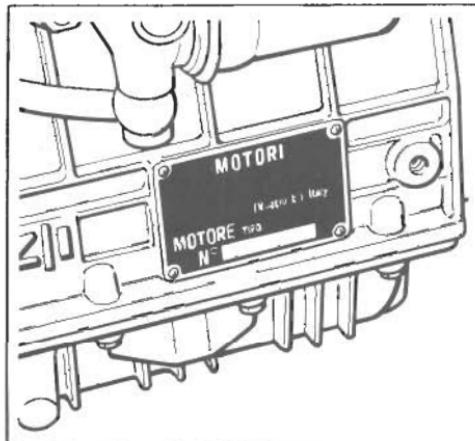

Fig. 1 - Bild 1
Il tipo del motore è indicato nella targhetta posta sul convogliatore aria. La matricola è riportata generalmente nella targhetta oltre ad essere stampigliata sulla parete laterale del basamento (vedere fig. 1).
*The engine type is marked on the nameplate situated on the air conveyor. Engine serial number is generally indicated in the nameplate and stamped on sidewall crankcase (see fig. 1).*
Le type du moteur est indiqué sur la plaquette du convoyeur d'air. Le numéro/matricule est reporté d'habitude dans la plaquette et est estampillé sur la paroi latérale du carter (voir fig. 1).
*Der Motortyp ist im Typenschild auf dem Luftzuführrohr angegeben. Die Fabriknummer ist in der Regel im Typenschild eingeprägt und noch in die Seitenwand des Motorbockes eingeschlagen (siehe Bild 1).*